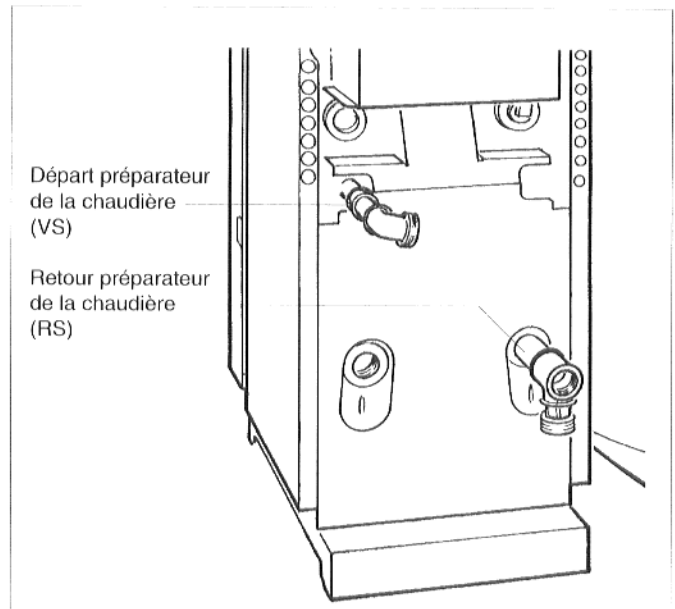

Fig. 3 : arrière de la chaudière
- Monter, en assurant l'étanchéité, le raccord double à vis avec pièce en T et raccords à vis sur le retour préparateur de la chaudière (RS) (fig. 3).
- Monter, en assurant l'étanchéité, le raccord double à vis avec manchon et raccord à vis sur la tubulure du départ préparateur de la chaudière (VS) (fig. 3).